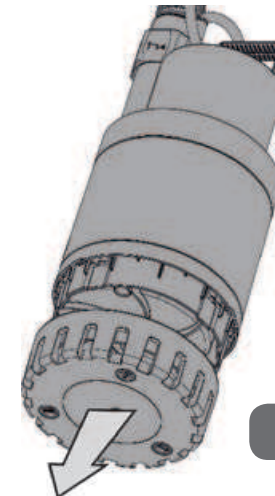

Bild 11
- Das Ansauggitter ausbauen (Abb.11)
- Den unteren Teil herausnehmen (Abb.11).